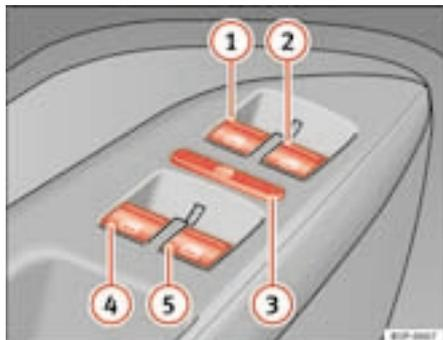

Fig. 68 Pormenor da porta do condutor: comandos para os vidros dianteiros e traseiros
Os botões ⇒ página 110, fig. 68 ① e ② têm duas posições para abrir e duas para fechar os vidros. É assim mais fácil controlar a abertura e o fecho.